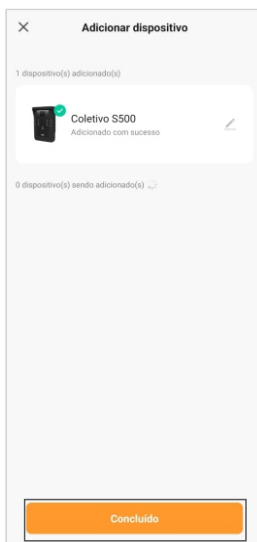

Figura 10
7. Na próxima tela, ao finalizar o processo (figura 10), basta selecionar a opção "Concluído" (figura 10), e pronto, o porteiro já está sincronizado a sua conta e somente você ou as contas a quem compartilhar o porteiro, terão acesso ao mesmo através do aplicativo "AGL Home".